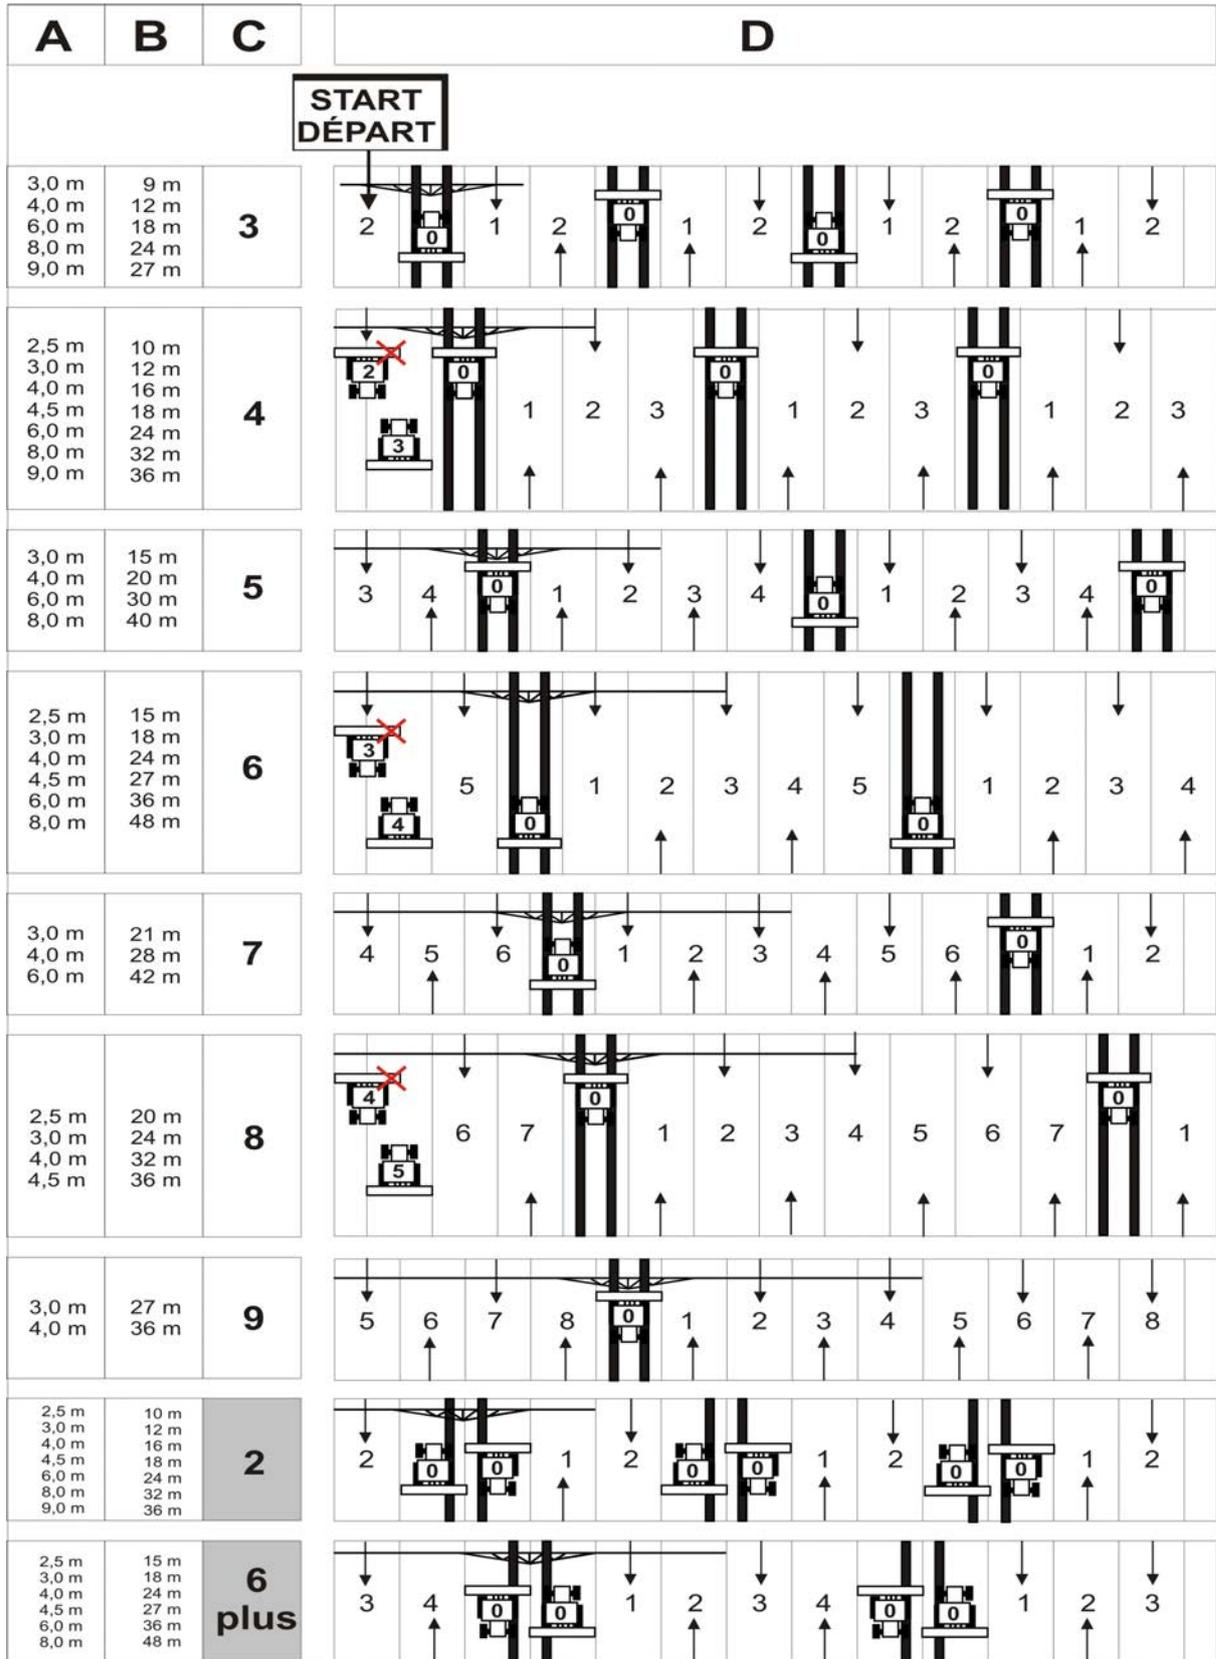

Fig. 70
La création de voies de jalonnage est représentée sur la figure (Fig. 70) à l'aide de quelques exemples :
1. Recherchez dans le tableau suivant (Fig. 70) :
La figure (Fig. 70) présente, entre autres, des exemples de création de voies de jalonnage avec une cadence de 4, 6 et 8.
La figure (Fig. 70) présente, entre autres, des exemples de création de voies de jalonnage avec une cadence de 2 et 6 plus.